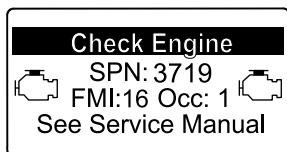

Figure 40
- Avertissement moteurSPN 3720, FMI 16 (Figure 40)